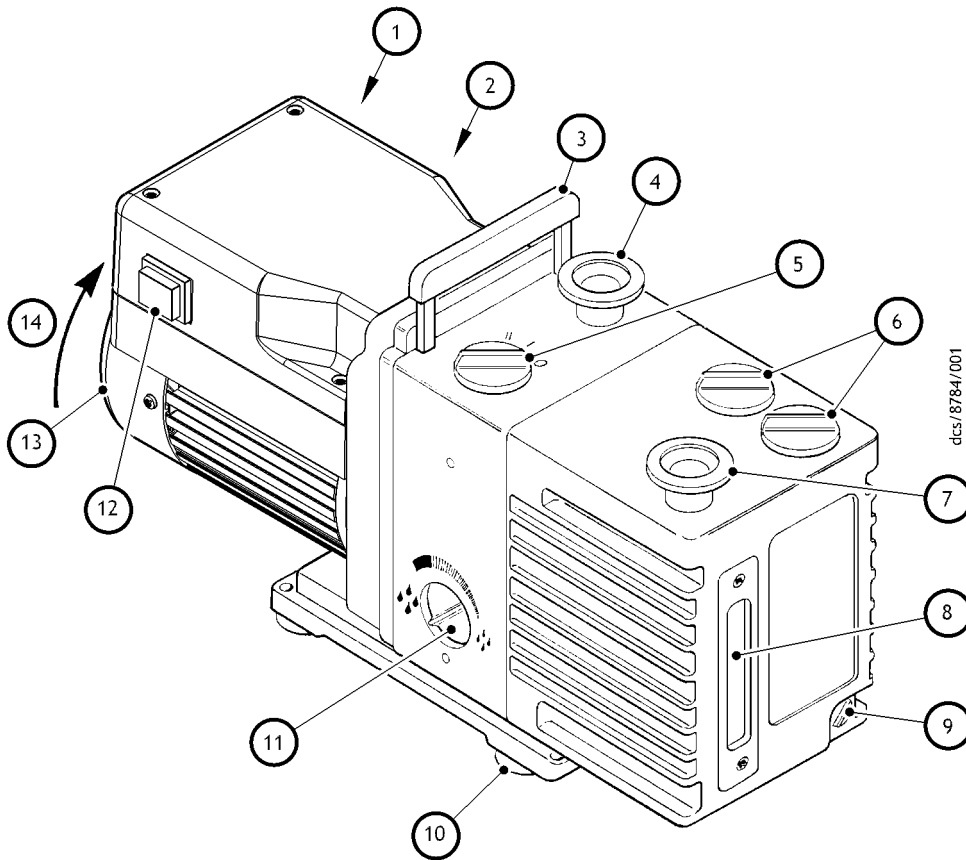

Рис. 1 – Насос GVD 3, 5, 8 и 12
Роторный лопастной насос GVD компании Atlas Copco представлен на рис. 1. В следующих описаниях обозначения деталей (номера в скобках) относятся к рис. 1. Насосы GVD представляют собой двухступенчатые вакуумные насосы со скользящими пластинами и масляным уплотнением. Насос имеет входное отверстие DN25 ISO-KF (4) и выходное отверстие (7), регулятор балластного газа (5) и переключатель режимов (11). Если насос выключен, впускной клапан герметично закрывает входное отверстие и предотвращает всасывание воздуха и масла в вакуумную систему.